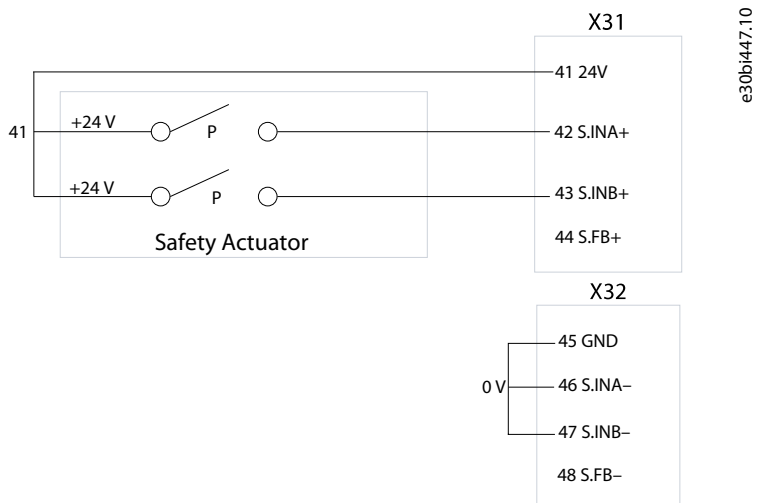
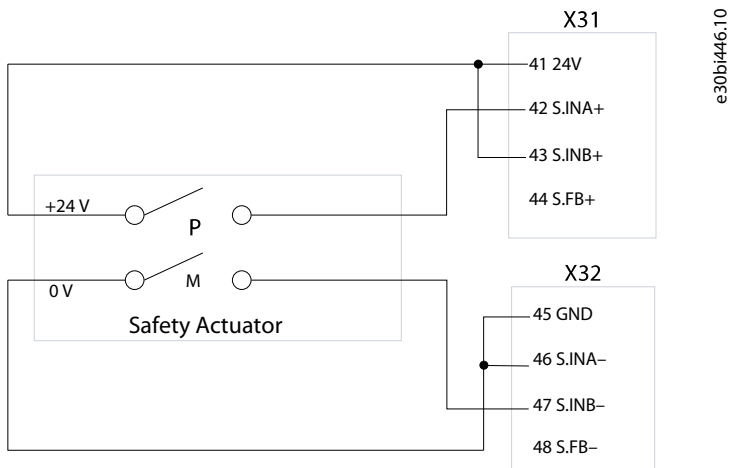

Abbildung 7: STO-Anschlussbeispiel bei Verwendung der gleichen Polaritäten (Kanal A und Kanal B = 24 V)
Abbildung 8: STO-Anschlussbeispiel bei Verwendung unterschiedlicher Polaritäten
- Galvanische Trennung der Klemmen: Die E/A-Klemmenblöcke für funktionale Sicherheit auf der Steuerkarte (X31, X32) verfügen über separate, galvanisch getrennte Eingänge, um es beispielsweise zu ermöglichen, die Polaritäten der STO-Eingangsklemmen zu vertauschen, wie in Abbildung 7 und Abbildung 8 dargestellt.
Schließen Sie beispielsweise ein Sicherheitsstellglied an die STO-Eingangsklemmen an und stellen Sie die Spannungsreferenzen ein, wie in Abbildung 7 Abbildung 8 gezeigt. Es werden sowohl Einstellungen mit gleichem Spannungspegel auf beiden Kanälen (+24 V) als auch Einstellungen mit unterschiedlichen Spannungspegeln (+24 V und GND) unterstützt.